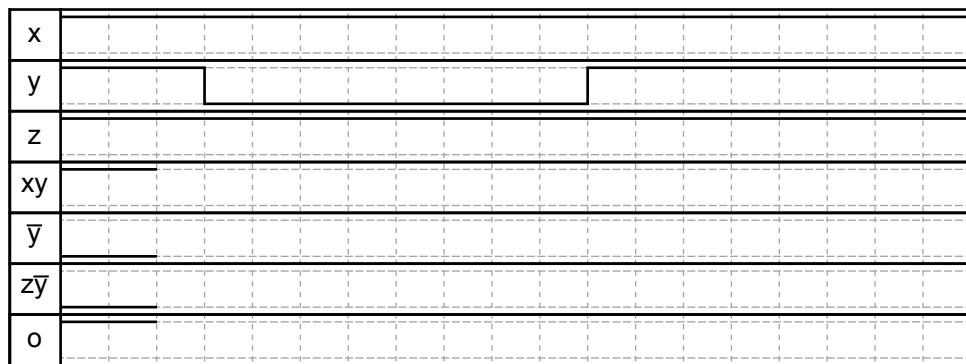

Abbildung 13: Timing Diagramm einer digitalen Schaltung
3. Vervollständigen Sie das Timing-Diagramm in Abbildung 13. Dabei soll eine Einheit in der Horizontalen der Laufzeit eines Gatters entsprechen.
2. Wählen Sie für x den Kanal 7 und führen Sie alle weiteren Signale gemäß Abbildung 13 auf die weiteren Ausgänge ($x \rightarrow 7 \dots o \rightarrow 1$). Dadurch lässt sich die Ausbreitung der Signale innerhalb der Schaltung gut beobachten.